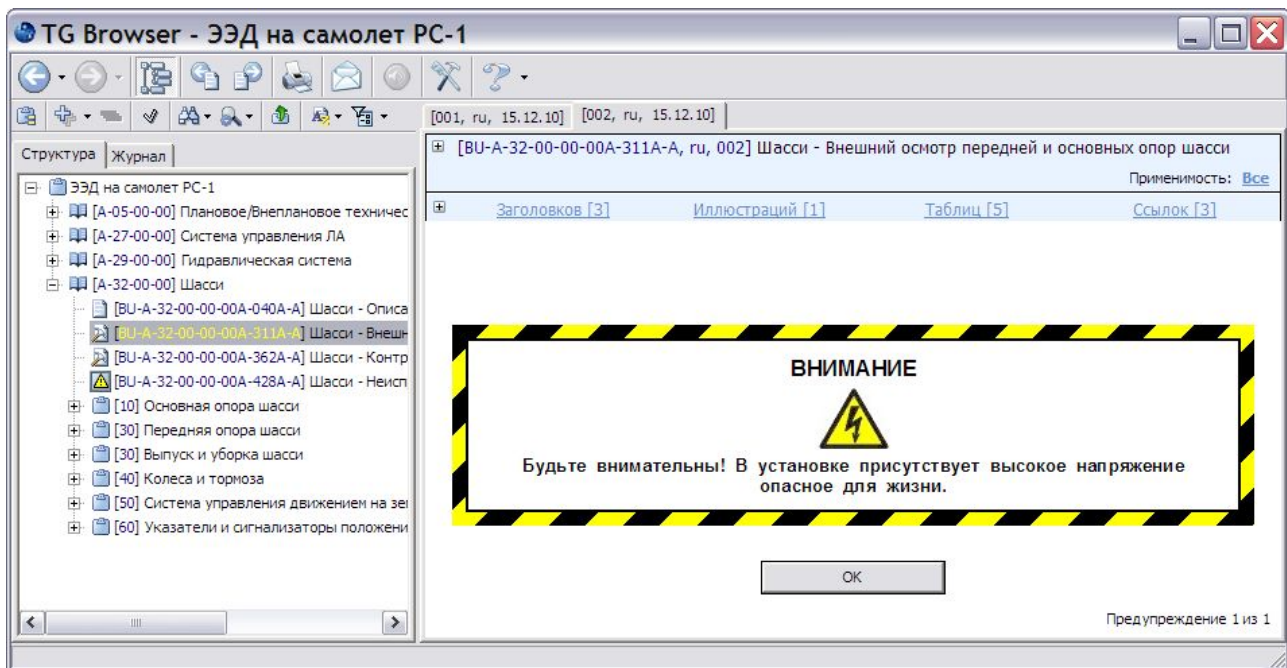

Рис. 5.58
5. В левом окне на вкладке **Структура** найдите название техкарты и щелкните по нему левой кнопкой мыши. В правом окне последовательно появятся все записи вида «Предупреждение» и «Внимание», введенные на вкладке **Меры безопасности и персонал** (Рис. 5.58).